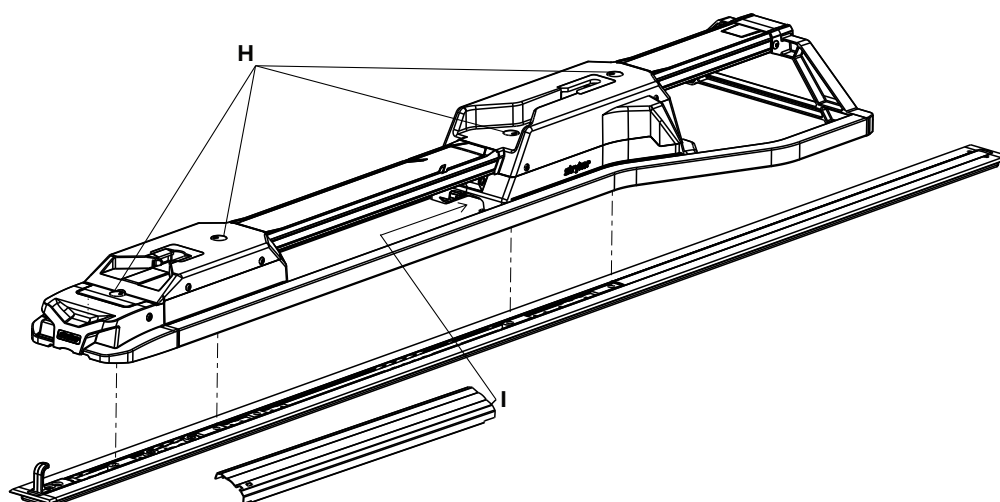

Figure 17 – Attacher la fixation
17. Tourner les embouts rotatifs (H) d'un demi-tour pour accéder aux boulons de la plaque de plancher fixée, qui se trouvent sous les embouts (Figure 17).
19. À l'aide d'une clé à 6 pans de 3/8 po, installer les trois autres boulons fixés à la plaque de plancher (H) dans les deux crampons (Figure 17).
23. Insérer le côté sans encoche du cache central (6392-001-011) (I) dans l'ouverture du boîtier côté tête (Figure 17).
- _____ À l'aide d'une clé dynamométrique, serrer les quatre boulons de la plaque de plancher fixée (A) à 60±10 ft-lb (81 +/-14 Nm) (Figure 17).